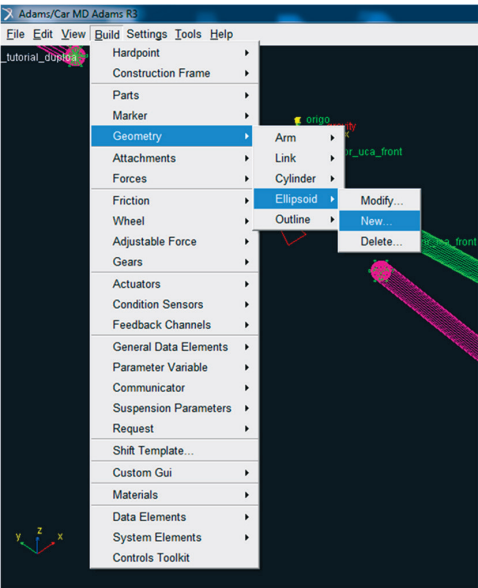

Figura 5.46 – Janela destacando as opções para criação da geometria esférica nas extremidades dos links da bandeja superior.
- Acesse o menu *Build Geometry* → *Ellipsoid* → *New* (Figura 5.46).